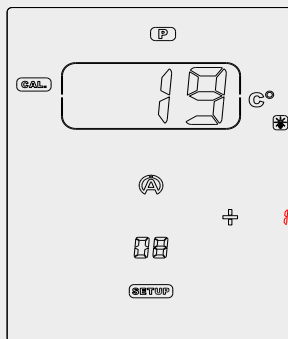

Figure 24
- 3) Avec les boutons **∇** **△**, réglez la température dans le « CADRAN » pour que la température affichée corresponde à une température de référence (figure 24)